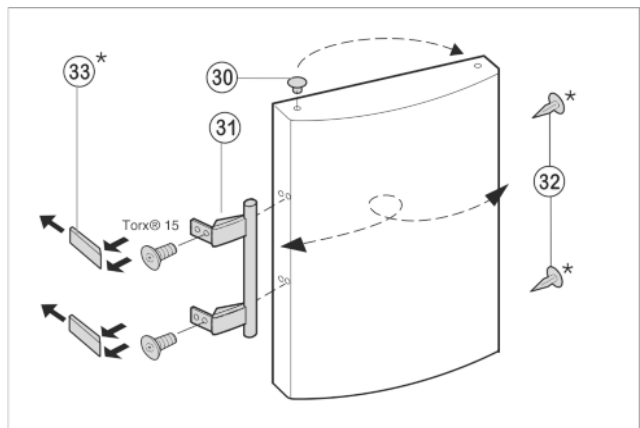

Fig. 10
- ▶ Извадете тапата *Fig. 10 (30)* от лагерната втулка на вратата и я преместете.
- ▶ Демонтирайте дръжката на вратата *Fig. 10 (31)*, тапите *Fig. 10 (32)* и притискателните плочи *Fig. 10 (33)* и ги монтирайте на другата страна.